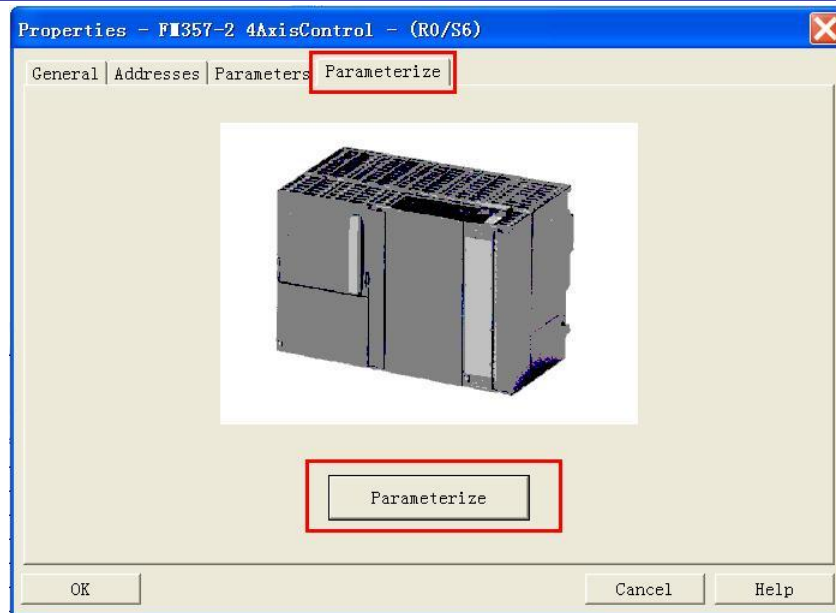

图 5 FM357-2 属性窗口
1) 双击 FM357-2 模板，打开模板属性对话框，选择 **Parameterize** 标签。点击 **Parameterize** 按钮 (图 5)。